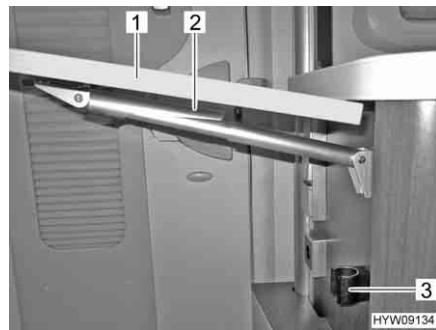

Fig. 41 Chiusura del tavolo ribaltabile su bancone
- Afferrare il tavolo ribaltabile su bancone (Fig. 41,1) sull'esterno e sollevarlo leggermente. Con l'altra mano ruotare e alzare il dispositivo di fissaggio (Fig. 41,2) sul supporto telescopico.
- Orientare il piano del tavolo verso il basso, finché il supporto telescopico non ingranà nel supporto (Fig. 41,3).